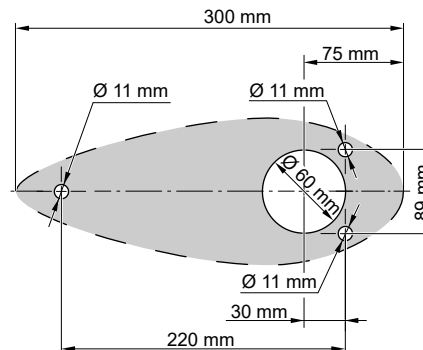

Fig. 9: Dimensiones
1. Perfore cuatro orificios para el montaje del pod en el casco del barco, **véase "Fig. 9: Dimensiones"**. En caso necesario, emplee el bloque compensador adaptado como gálibo perforado.
2. Introduzca el bloque compensador (4) en la brida de montaje (5).